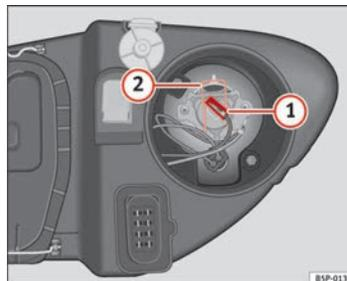

Fig. 190 Luz de carretera
- Extraiga el conector ⇒ fig. 190 ① de la lámpara.
- Presione el resorte ⇒ fig. 190 ② hacia dentro y hacia la derecha.